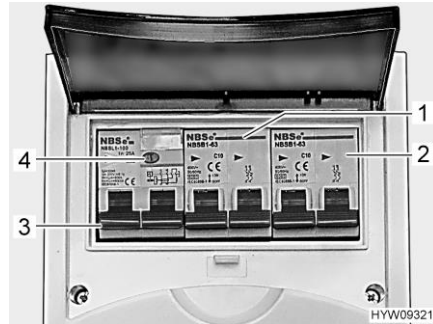

Fig. 107 Interruttore di sicurezza e interruttore automatico FI (scatola dei fusibili a 230 V)
Un interruttore di sicurezza per correnti di guasto (interruttore automatico FI) (Fig. 107,3) nella scatola dei fusibili protegge l'intero veicolo da correnti di guasto (30 mA).
L'interruttore di sicurezza collegato in serie (10 A) (Fig. 107,1) protegge le prese da 230 V, la centralina elettrica, il caricabatteria supplementare e il frigorifero.
Per veicoli con accessori opzionali, p. es. l'impianto di climatizzazione a tetto, un ulteriore interruttore di sicurezza (16 A) (Fig. 107,2) protegge l'apparecchio.
- Se il veicolo è collegato all'alimentazione a 230 V, premere il tasto di controllo (Fig. 107,4). L'interruttore di sicurezza per correnti di guasto (FI) deve scattare.